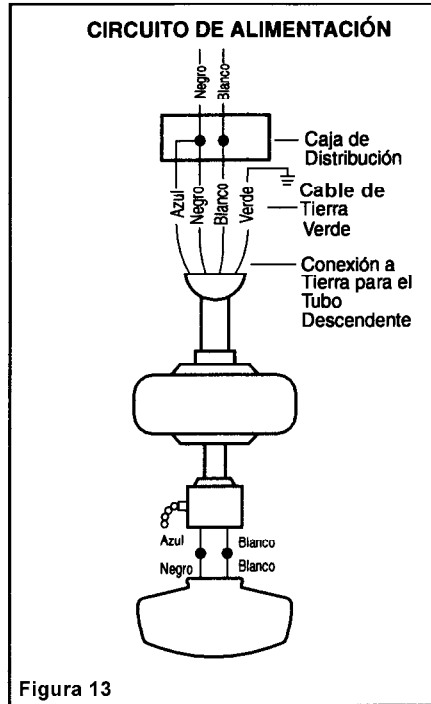

Figura 13
Paso 1 Conectar el conductor de tierra del suministro de 120 voltios (este puede ser un cable descubierto o un cable con aislación verde) al (los) cable (s) verde (s) de tierra del ventilador (Figura 13).